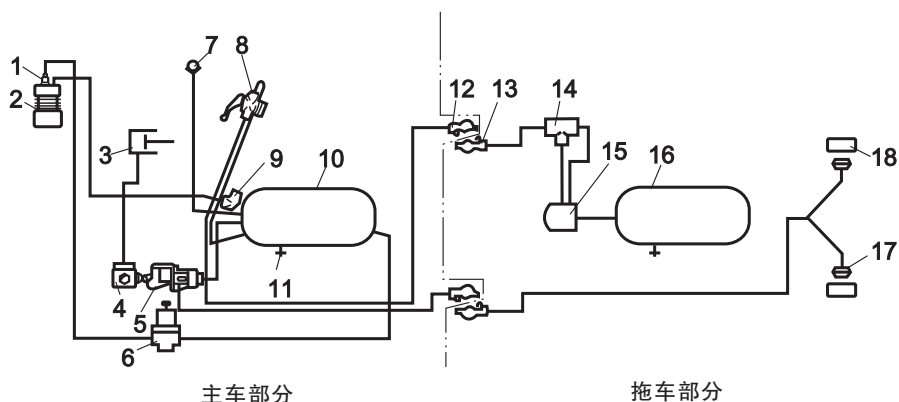

图 4-47 拖车制动系统示意图
调整刹车阀油压操纵装置④的螺栓,使之压紧刹车阀⑤的挺杆,此时刹车阀平衡弹簧具有一定的预紧力,已处于工作状态(判断是否调整到位的标准是踏下制动器后能及时制动,松开后能及时解除)(见图 4-47)。